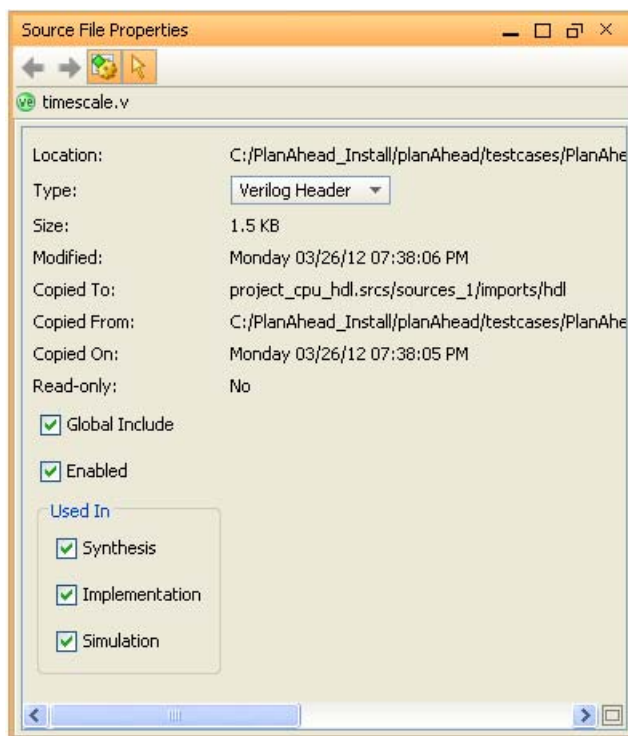

図 4-41 : [Source File Properties] ビューでの変更の表示
1. [Sources] ビューでソース ファイルを右クリックし、[Source File Properties] をクリックします。151 ページの図 4-41 に、Verilog ファイルの [Source File Properties] ビューを示します。